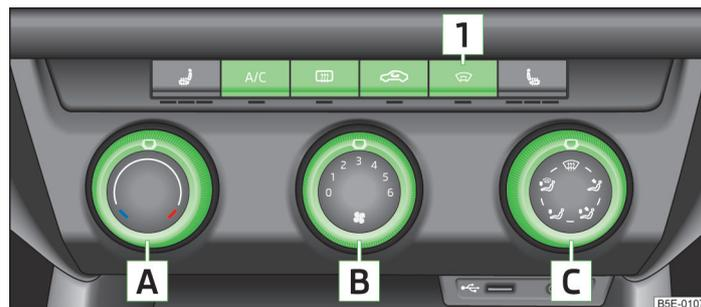

Abb. 85 Klimaanlage: Bedienungselemente
Die Kühlanlage arbeitet nur dann, wenn die Taste » Abb. 85 auf Seite 87 gedrückt ist und folgende Bedingungen erfüllt sind:
Funktionen der einzelnen Bedienungselemente » Abb. 85:
b) Die automatische Einschaltung kann durch Drücken der Taste  » Abb. 85 auf Seite 87 ausgeschaltet werden.
c) Die automatische Einschaltung kann durch Drücken der Taste  » Abb. 85 auf Seite 87 ausgeschaltet werden.
Durch Drehen des Luftverteilungsreglers  » Abb. 85 auf Seite 87 in die Position  wird der Umluftbetrieb automatisch ausgeschaltet. Durch wiederholtes Drücken der Taste  kann auch in dieser Stellung der Umluftbetrieb wieder eingeschaltet werden.